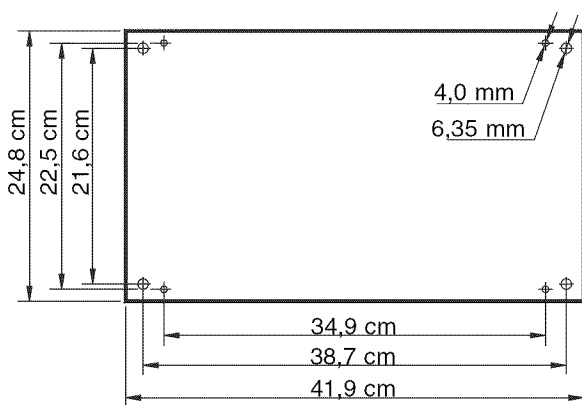

Figura 3 - Instalación del cepillo mecánico de banco/cepilladora
- Los agujeros de 6,35 mm (véase la Figura 3) son para la instalación del cepillo mecánico de banco/cepilladora con pernos, arandelas de seguridad y tuercas hexagonales.
- Los agujeros de 4,0 mm (véase la Figura 3) son para la instalación del cepillo mecánico de banco/cepilladora con tornillos para madera.